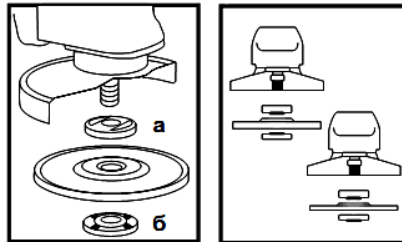

Рисунок 2
4.4 Встановіть на виріб шліфувальний або відрізний круг. Для цього натисніть на кнопку фіксації шпинделя (1) і перевірте шпиндель до такого положення, при якому він зафіксується. За допомогою вилочного ключа з комплекту виробу відверніть і зніміть затискну гайку (б) (дивіться рисунок 2). Встановіть шліфувальний диск на посадкове місце фланцевої шайби (а) (рисунок 2), наживіть рукою затискну гайку на шпиндель і затягніть її ключем з комплекту виробу.